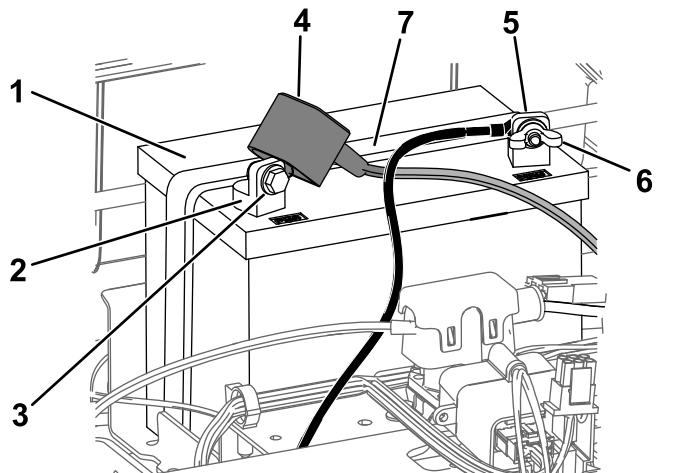

Bild 49
4. Klemmen Sie das Minuskabel (schwarz) vom Batteriepol ab (Bild 49).
6. Klemmen Sie das Pluskabel (Rot) vom Batteriepol ab (**Bild 49**).
7. Nehmen Sie die Batterieklemme ab (**Bild 49**) und heben Sie die Batterie aus dem Batteriefach heraus.
1. Setzen Sie die Batterie in das Fach (Bild 49).
5. Befestigen Sie die Batterie mit der Befestigung (Bild 49).